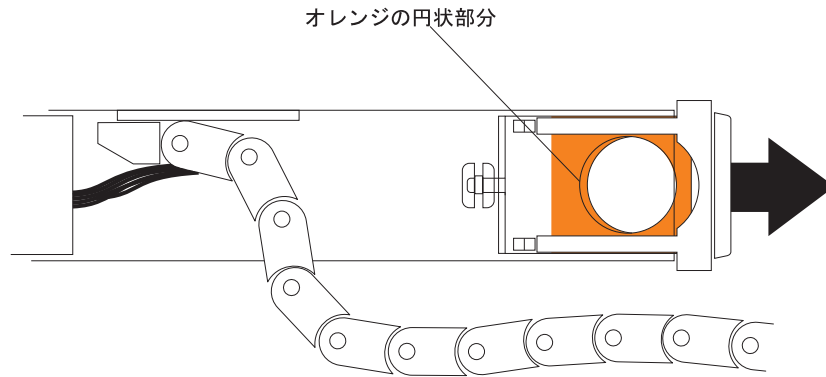

図 89. ドライブ・ドロワーに接続される水平取り付け金具
- d. ドライブ・ドロワーから右のケーブル・チェーンの取り付け金具を切り離します。 オレンジ色のハンドルをつかみ (163 ページの図 89 を参照)、取り付け金具をドライブ・エンクロージャーから完全に引き出します。右のケーブル・チェーンを取り外します。